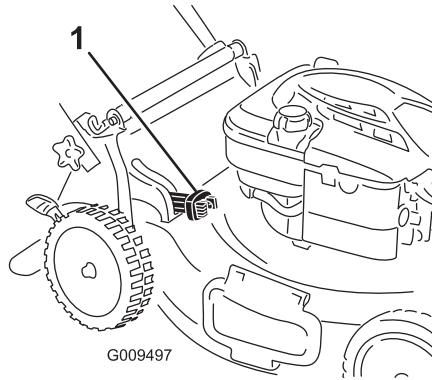

Figure 22
- Pour ramasser les déchets d'herbe, appuyez sur le bouton du levier de ramassage sur demande et déplacez le levier complètement en avant jusqu'à ce que le bouton ressorte (Figure 22).